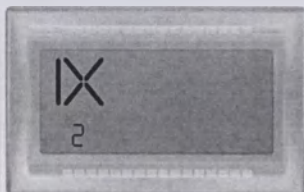

Рис.4.2
- 2 – режим «УСТАНОВКИ» (рис.4.2);